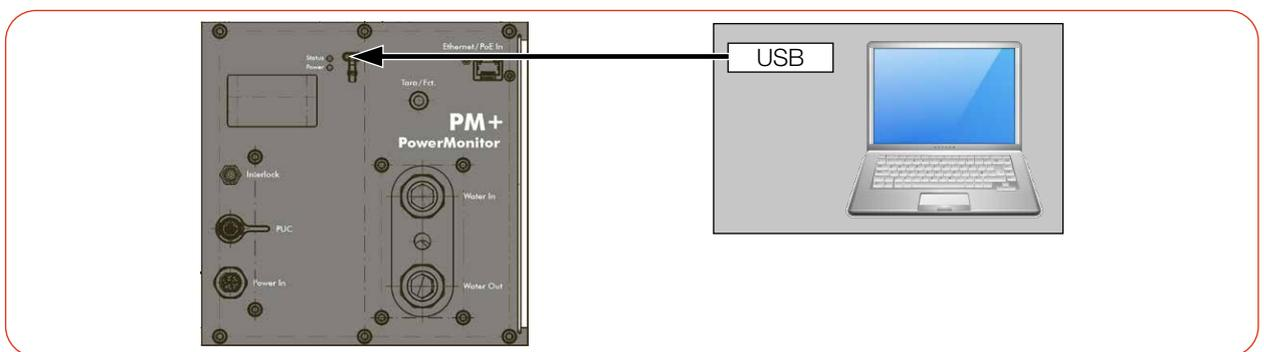

Abb. 8.3: Spannungsversorgung über USB, Datenübertragung über USB
- ▶ Schließen Sie das Kabel gemäß der Abb. 8.3 auf Seite 27 an.